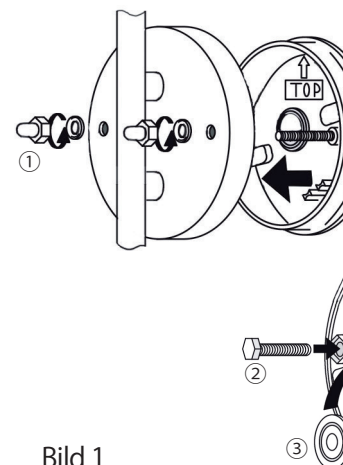

Bild 1
Bild 1: Die beiden Hutmuttern ① lösen und die Grundplatte abnehmen. Achten Sie das darauf, dass die beiden Schrauben ② richtig in den Sechseck-Vertiefungen sitzen. Schneiden Sie ein kleines Loch in die Kabeldichtung ③ und setzen Sie die Dichtung richtig ein.